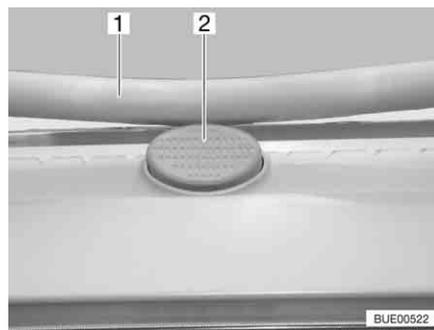

Fig. 53 Botón de seguridad en la claraboya Heki
- Pulsar el botón de seguridad (Fig. 53,2) y tirar la horquilla (Fig. 53,1) hacia abajo con ambas manos.
- Presionar el estribo hacia arriba con ambas manos hasta que la horquilla se encuentre encima del botón de seguridad (Fig. 53,2).